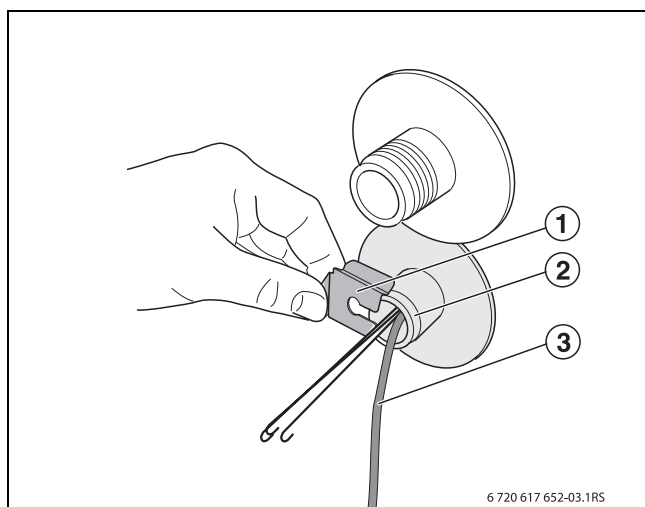

Fig. 7 Montage de l'arrêt de sécurité de la sonde
- ▶ Glisser l'arrêt de sécurité (→ fig. 7, [1], page 9) par le côté sur le doigt de gant (→ fig. 7, [2], page 9).
- ▶ S'assurer que le câble de sonde (→ fig. 7, [3], page 9) n'entre pas en contact avec des pièces chaudes du préparateur.